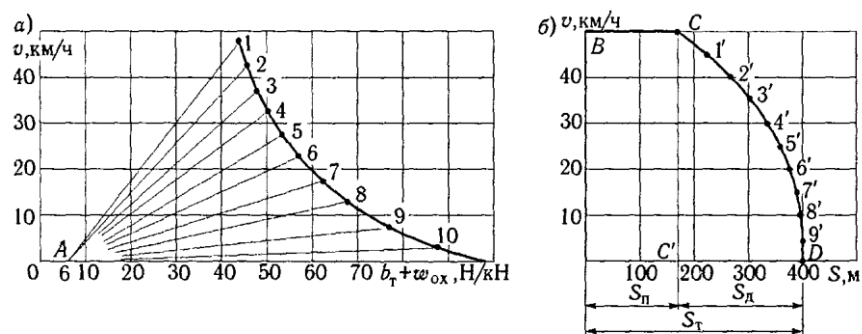

Рисунок 4.1 – Решение первой тормозной задачи
3. Тормозной путь поезда определяем по формуле (11).
4. Для определения тормозного пути графическим методом по данным таблицы 4.2 построим диаграмму удельных замедляющих сил при экстренном торможении в одном из масштабов (приложение 3), ось абсцисс: $b_T + \omega_{0X}$, Н/кН; ось ординат: v , км/ч (рисунок 4.1, а). Рядом, справа, строят систему координат с тем же масштабом ось абсцисс: S , м; ось ординат v , км/ч (рисунок 4.1, б). Оси скоростей v в обеих системах координат должны быть параллельны, а оси удельных сил $b_T + \omega_{0X}$ и пути S должны лежать на одной прямой.